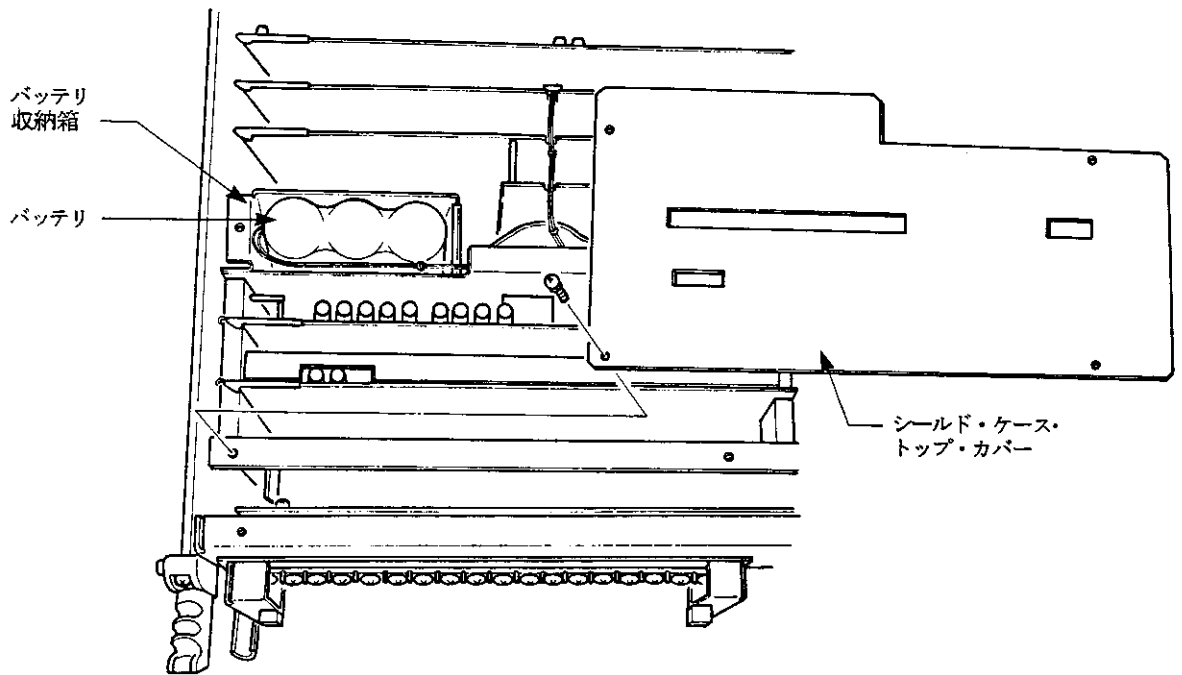

図 9-2 バッテリ交換の参考図
- ① 本器のトップ・カバーをはずし、[図 9-2]のシールド・ケース・トップ・カバーのビス 4 個をはずします。
- ② バッテリをバッテリー収納箱に挿入し、バッテリー・リード・コネクタをバッテリー取付けコネクタに差込んで下さい。コネクタの取付け方向は、どちらでもよいです。なお、バッテリー・リード線はバッテリー・リード線用溝に挿入して下さい。
- ③ シールド・ケース・トップ・カバーおよびトップ・カバーを取付けて下さい。